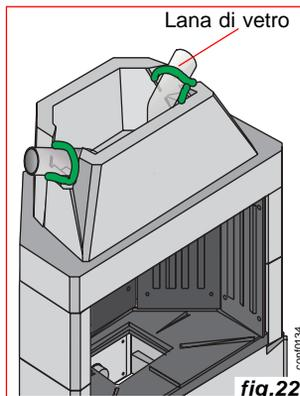

fig.22
13) Interporre tra il tubo uscita aria calda e la cappa la lana di vetro in dotazione (fig.22).